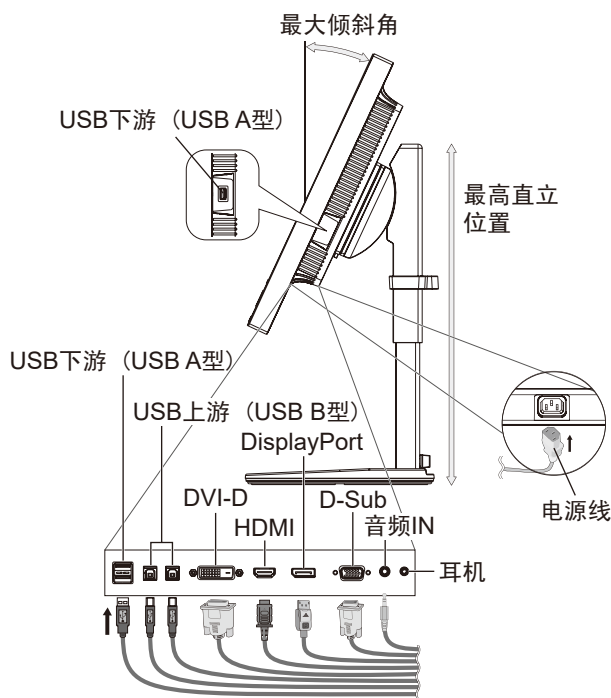
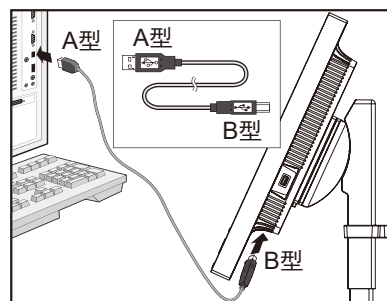

图 C.1a
图 C.1
4. 将所有电缆连接至相应的接口 (图 C.1)。使用 USB 电缆时，将 B 型接口连接至显示器右后侧的 USB 上游端口并将 A 型接口连接至计算机上的下游端口 (图 C.1a)。如果使用 USB 设备的线缆，则将其插入显示器的任一下游端口。